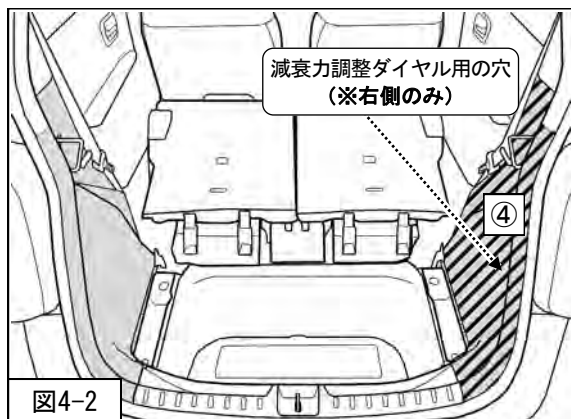

図4-2
④リアサイドライニングを仮付けしてください。（図4-2）
④リアサイドライニングに減衰力調整ダイヤル用の穴を開けてください。（図4-2）
を一度取外してください。（図4-2）
リアの減衰力調整は、右側はリアサイドライニング（図4-2）に減衰力調整ダイヤル用の穴を開け、減衰力調整ダイヤル（同梱品）